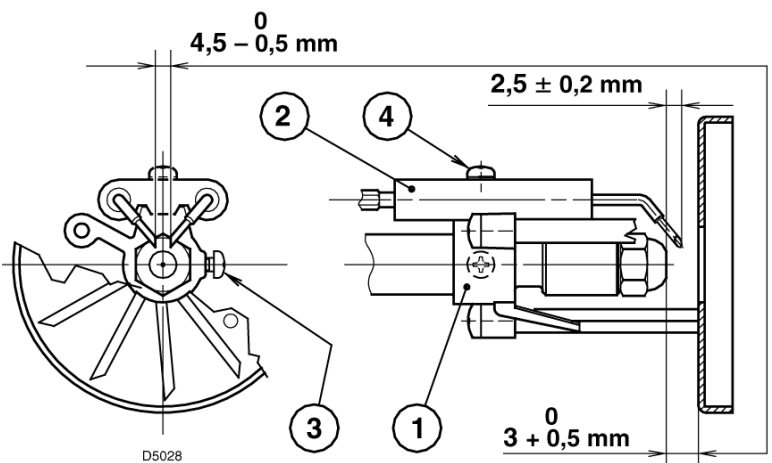

Рис. 13
- Ослабьте винты (2), отвинтите гайку (3), отсоедините провода (4) от блока управления и фотосопротивления (6) и выньте держатель форсунки (1).
- Снимите с электродов провода (4), ослабьте винт (3, рис. 13) и снимите с держателя форсунки (1) держатель винта (10).
- Закрутите форсунку (11), держа ее, как показано на рисунке.
4.3 РЕГУЛИРОВКА ВИНТА – ЭЛЕКТРОДОВ (смотри рис. 13)
- Менять форсунку (смотри рис. 11, стр. 6) и проверять правильное положение электродов (рис.13, стр. 7).